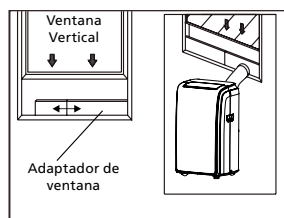

Fig. 5
- 4 Fije el extremo de salida del tubo en el kit adaptador para ventanas y séllelo (Fig. 5 & 6).